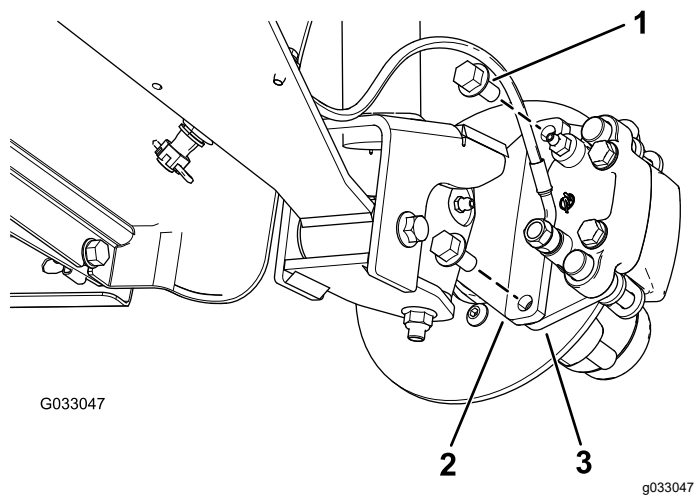

図 29
3. ブレーキアセンブリ用のブラケットをスピンドルに固定しているフランジヘッドボルト $\frac{3}{8}$ " x  $\frac{3}{4}$ "を外してスピンドルからブレーキを取り外す 図 29。